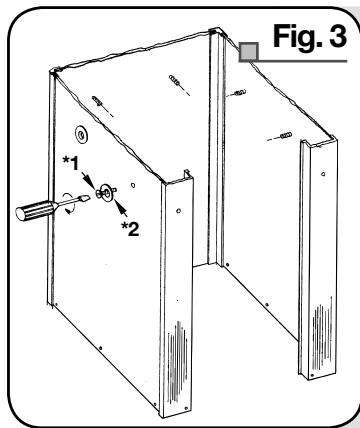

Fig. 3
3. Insert a 1/4" - 20 Flat Head Machine Screw through the hole in molded Safety Rail Washer. Note that there are two holes punched in the center of each panel. Screw the washer/screw assembly into each hole from outside as shown. Do not overtighten! (Fig. 3)
3. Inserte un tornillo de cabeza plana para máquina 1/4" - 20 en la arandela para la baranda de seguridad. Observe que hay dos orificios perforados en el centro de cada panel. Atornille el conjunto de arandela/tornillo en cada uno de los orificios desde afuera, como se muestra. ¡No apriete demasiado! (Fig. 3)
3. Insérez une vis à tête plate n° 20 de 1/4 po dans le trou de la rondelle de la rampe d'appui moulée. Répérez les 2 trous au centre de chaque panneau. Serrez une vis avec une rondelle dans chaque trou à partir de l'extérieur, comme dans la figure. Ne serrez pas trop ! (Fig. 3)